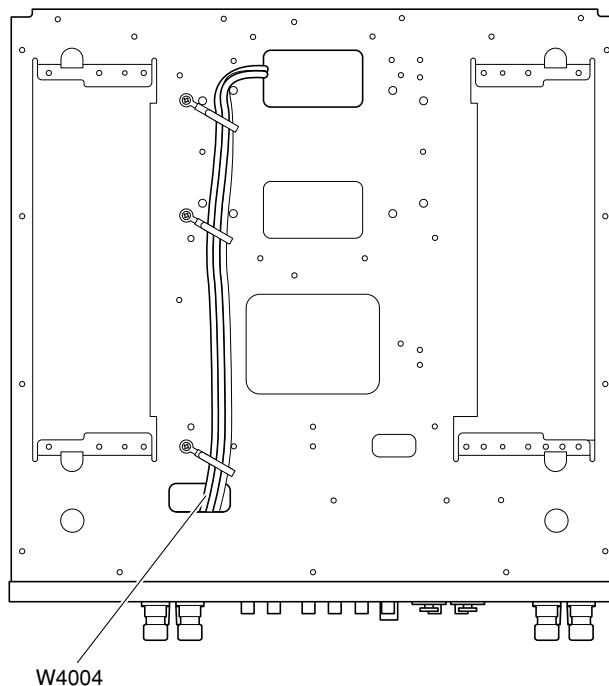

Fig. 9
- d. Disconnect the cable (W4004) from the bottom. (Fig. 9)
- d. 底面のケーブル(W4004)を外します。(Fig. 9)